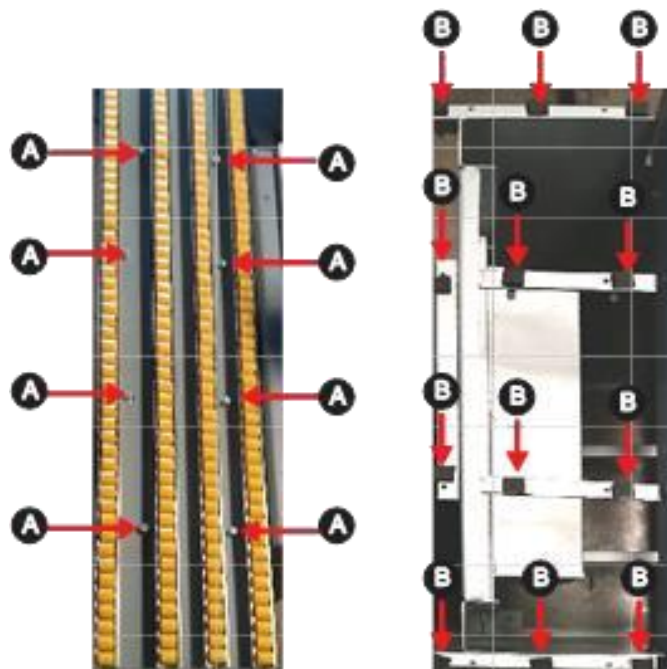

Figura 23 - Nivelamento da mesa
- Retire o parafuso M, **Figura 23**, localizado na parte inferior do coleiro. Deve-se tomar cuidado com este procedimento visto que o coleiro estará quente, o que é necessário para liberar a porca.
- Para fazer o nivelamento, desapertar levemente os **parafusos A**, de fixação, **Figura 23**;
- Fazer o alinhamento e nivelamento conforme a necessidade utilizando os **parafusos B** de regulagem, **Figura 23**;
- Após a regulagem apertar os **parafusos A** de fixação, **Figura 23**.